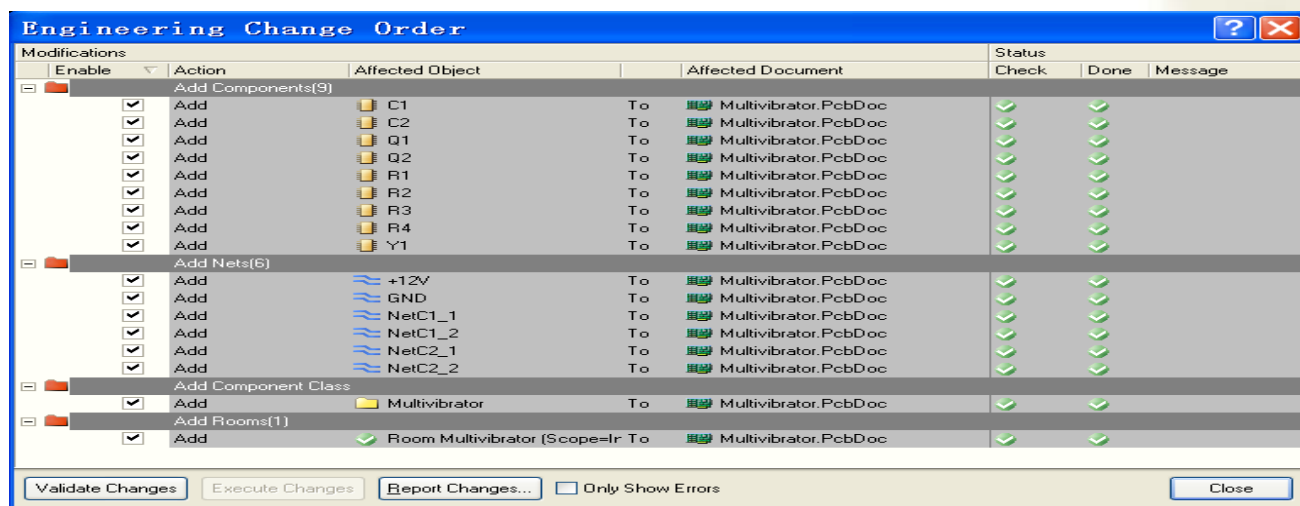

图3-15 执行了Validate Changes、Execute Changes后的对话框
- ❖ 4. 如果单击Validate Changes按钮，没有错误，则单击Execute Changes按钮，将信息发送到PCB。当完成后，Done那一列将被标记。如图3-15所示。